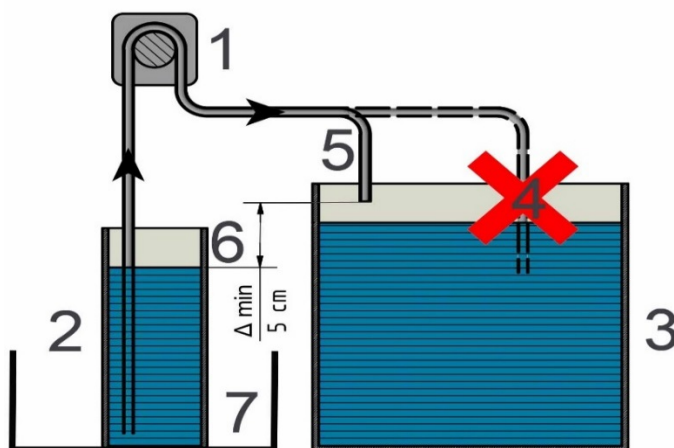

Fig. 1: Istruzioni di sicurezza:
La pompa dosatrice (1) e' autoadescante e deve essere installata come da Fig. 1. Questo e' l'unico modo per prevenire il totale riempimento del contenitore (2). Si raccomanda di tenere i tubi piu' corti possibile (altezza acqua max. 2 m = 0.2 bar), tuttavia il tubo dalla parte dell'aspirazione deve raggiungere il fondo del contenitore (2). Per prevenire il riflusso, fate in modo che il tubo non entri in acqua (4). Il livello d'acqua nel contenitore (6) deve essere sempre sotto al livello del tubo dosatore (5). Il livello d'acqua nel filtro/acquario (3) non e' importante se si rispettano queste istruzioni.